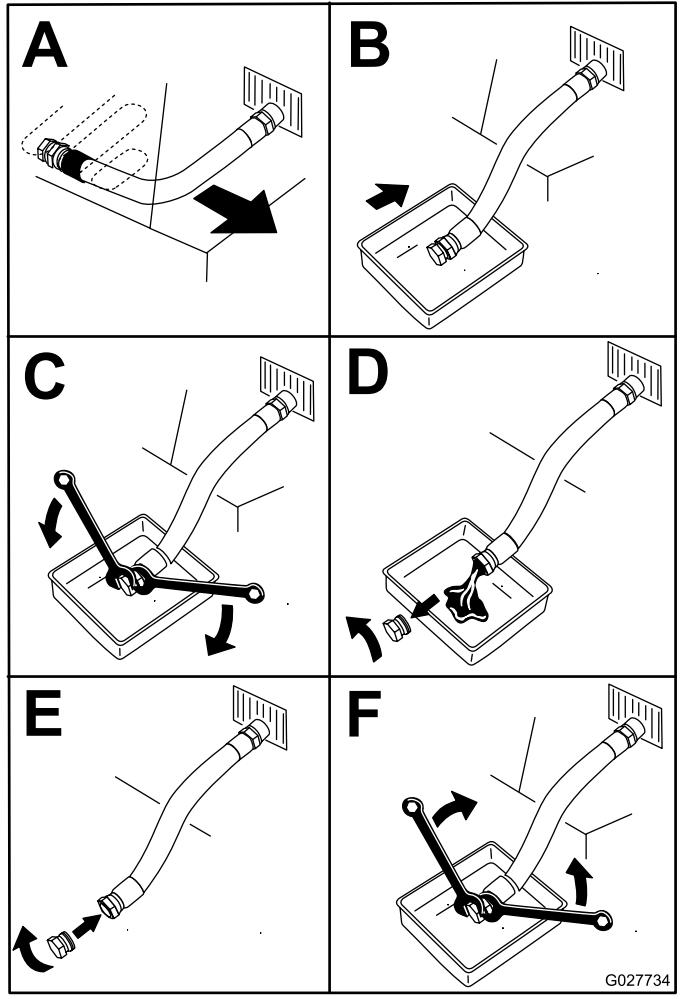

Figura 66
- Drene el aceite del motor (Figura 66).